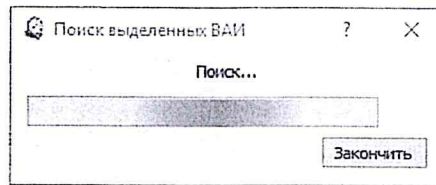

Рисунок 53 – Окно «Поиск выделенных ВАИ»
– откроется окно «Поиск выделенных ВАИ» (рисунок 53), а искомый ВАИ начнет издавать шумовой сигнал с максимально возможным уровнем усиления, по которому его можно будет найти. При этом уровень усиления шумового сигнала остальных ВАИ будет установлен в 0.